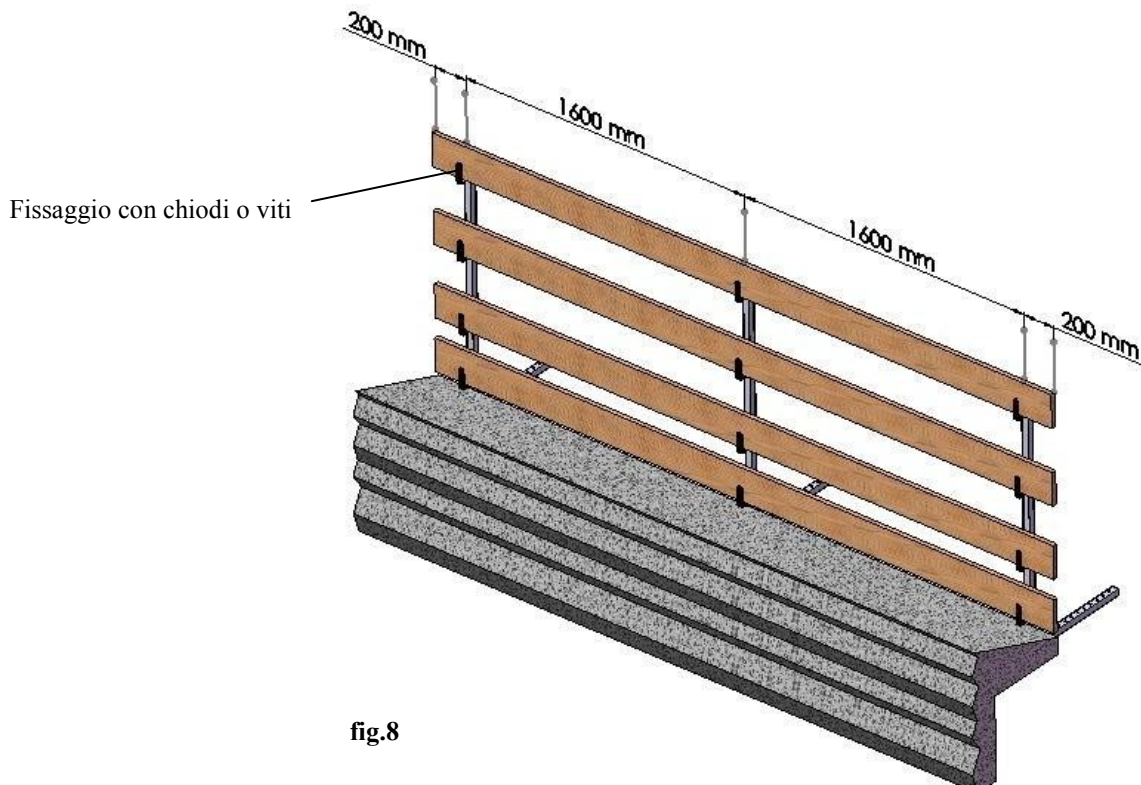

fig.8
- Completare il montaggio del sistema di protezione provvisorio, inserendo negli appositi sostegni, le tavole in legno di abete o di altra essenza (classe minima di resistenza C16 – UNI EN 338), o con altri profili metallici in grado di resistere ai carichi richiesti dalla normativa UNI EN 13374 : 2004 (fig. 8 a pag. 9);
- Le tavole (fig. 8) o i profili utilizzati devono essere integri sotto l'aspetto della resistenza e la loro lunghezza minima deve essere superiore di almeno 400 mm a due campate. (esempio: 1600 mm + 1600 mm + 200 mm + 200 mm = 4000 mm)